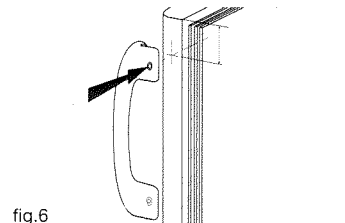

fig. 6
- 18- Mesurez la position du premier trou de fixation de la poignée et reportez la sur le côté opposé de la porte (fig.6).
- 19- Positionnez le premier trou de la poignée verticalement à l'aide de votre marquage (fig.6).